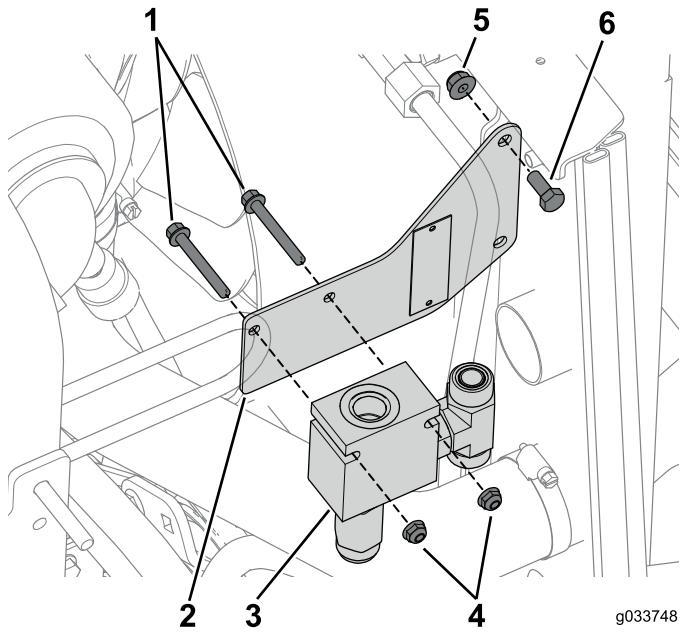

Bild 10
4. Befestigen Sie die linke Verteilerhalterung mit einer Schraube (5/16" x $\frac{3}{4}$ ") und einer Bundmutter (5/16") im oberen Loch der Halterung (Bild 10).
6. Befestigen Sie den linken Verteiler mit zwei Schrauben ($\frac{1}{4}$ " x 2") und zwei Muttern an der Halterung (Bild 10).